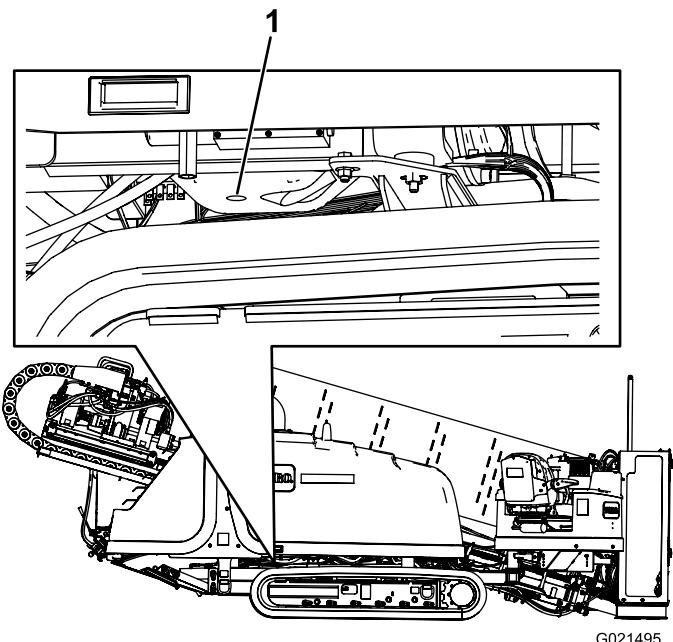

Рисунок 125
- Снимите пробу слива (Рисунок 125).
- Установите сливную пробку на сливной штуцер (Рисунок 125).